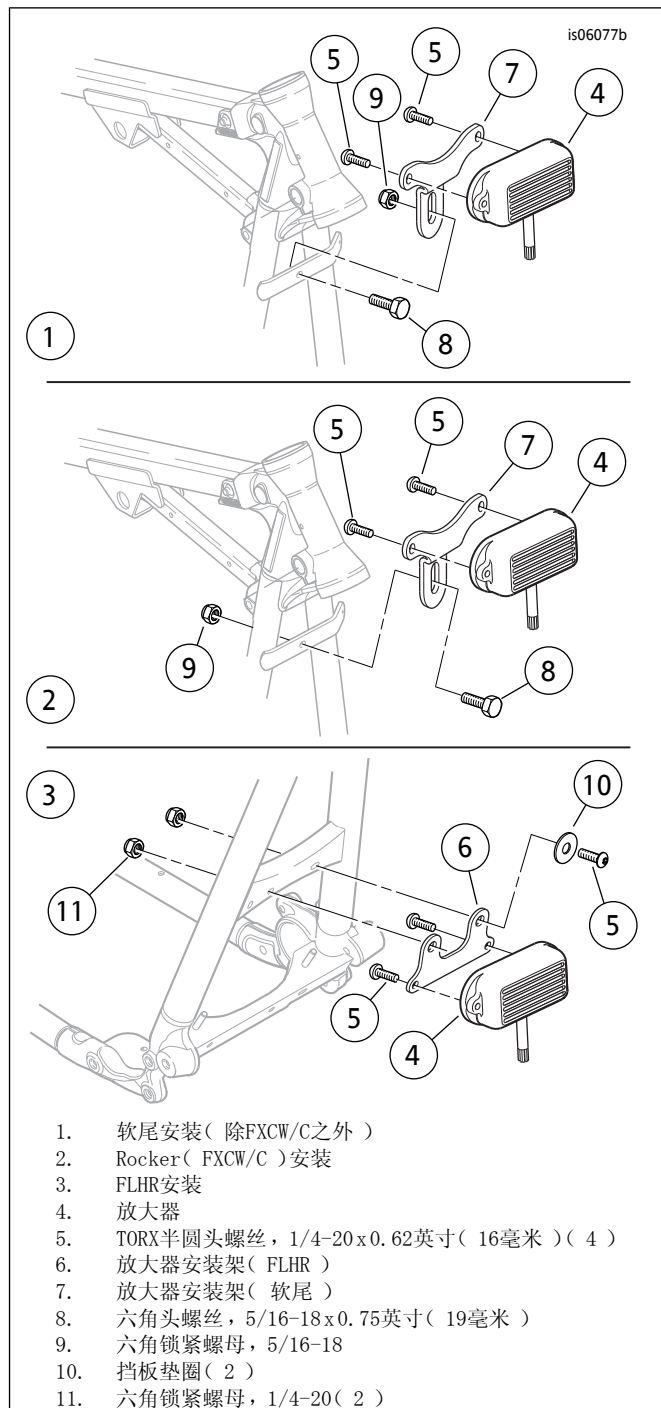

图1。放大器和支架安装
2. 参见图1。使用螺丝(5)将放大器(4, 线束组件中的零件)安装到支架, 并拧紧至7.4 N·m (65 in-lbs)。